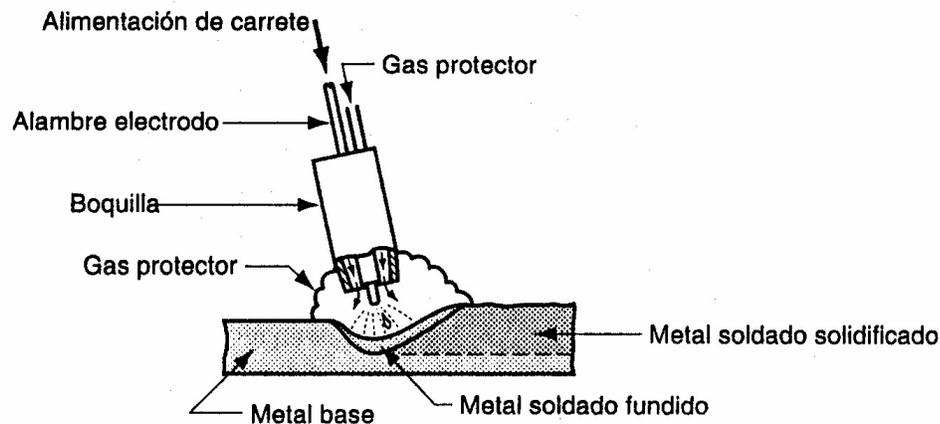

FIGURA 4.12 Soldadura metálica con arco eléctrico y gas (GMAW).
**Soldadura metálica con arco eléctrico y gas** o Soldadura MIG (metal inert gas) es también conocida como Gas Arco Metal o MAG La *soldadura metálica con arco eléctrico y gas*. SMAEG (en inglés *gas metal arc welding*, GMAW) es un proceso en el cual el electrodo es un alambre metálico desnudo consumible y la protección se proporciona inundando el arco eléctrico con un gas. El alambre desnudo se alimenta en forma continua y automática desde una bobina a través de la pistola de soldadura, como se ilustra en la figura 4.12. La figura 4.13 a) muestra una pistola de soldadura. En la GMAW se usan diámetros de alambre que van desde 0.8 a 6.4 mm, el tamaño depende del grosor de las partes que se van a unir y la velocidad de deposición deseada.